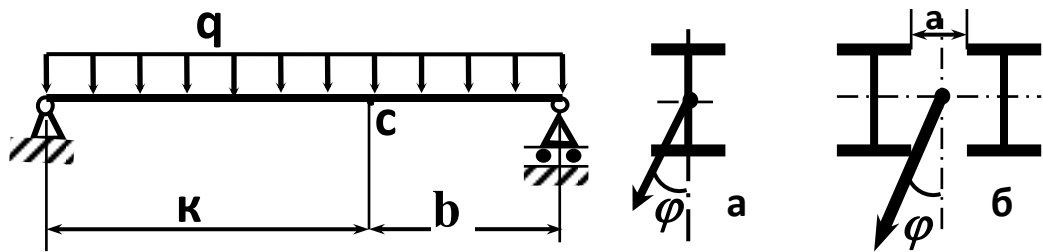

Рис.13
- 1) из условия прочности при прямом изгибе подобрать номер двутавра для балки (рис. 13) и определить прогиб в точке С;
- 2) определить на сколько процентов повысится максимальное напряжение и прогиб, если плоскость действия сил отклонится от оси ОУ на угол φ (рис.13 а);
- 3) выполнить пункты 1 и 2 для сечения, изображенного на рис. 13, б;